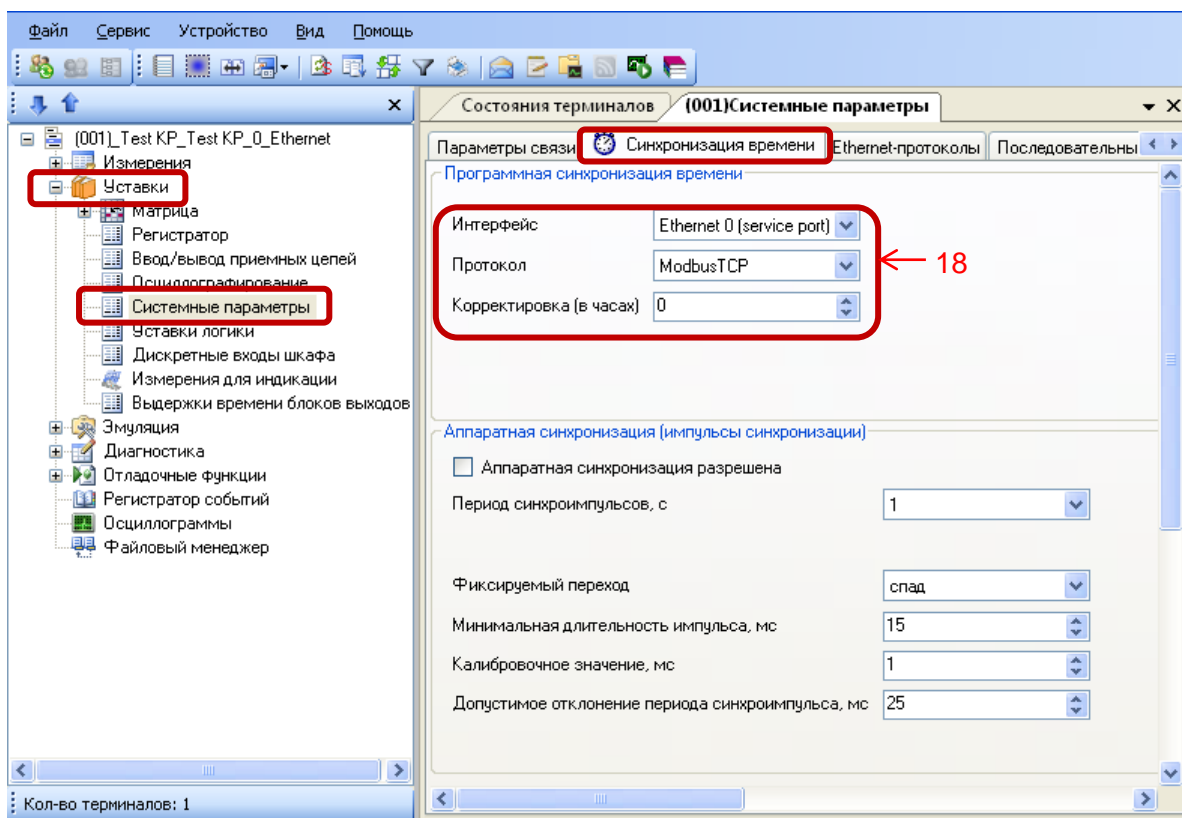

Рисунок 17 – Настройка синхронизации времени по протоколу Modbus TCP
6.1.1 В «дереве» проекта ПО АРМ-релейщика выбрать **Уставки** -> **Системные параметры** и открыть окно, дважды щелкнув мышкой на соответствующем пункте «дерева» проекта (см. рисунок 17).
6.1.2 Во вкладке **Синхронизация времени** выбрать интерфейс Ethernet и протокол Modbus TCP (см. рисунок 17, обозначение 18).
6.1.3 Если необходимо задать разницу во времени между терминалом и источником времени в поле **Корректировка (в часах)** (см. рисунок 17, обозначение 18) выставить требуемую разницу в соответствии с проектом. Значение по умолчанию 0.